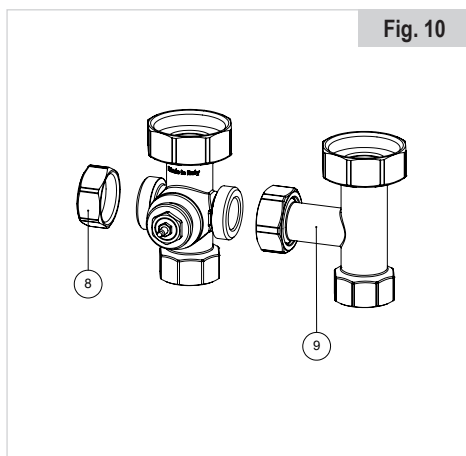

Fig. 10
- Invertire la posizione del tappo femmina con relativa guarnizione piana (8) e del raccordo di ritorno (9) (vedi Fig. 10).